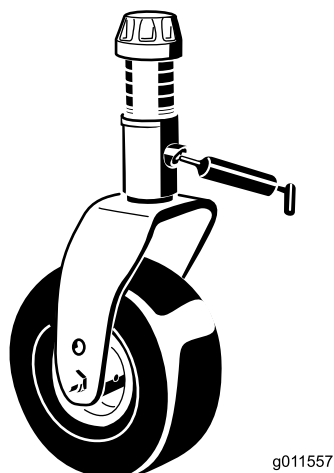

図 19
- ・ キャスタフォークのシャフトのベアリング (4ヶ所) (図 19)